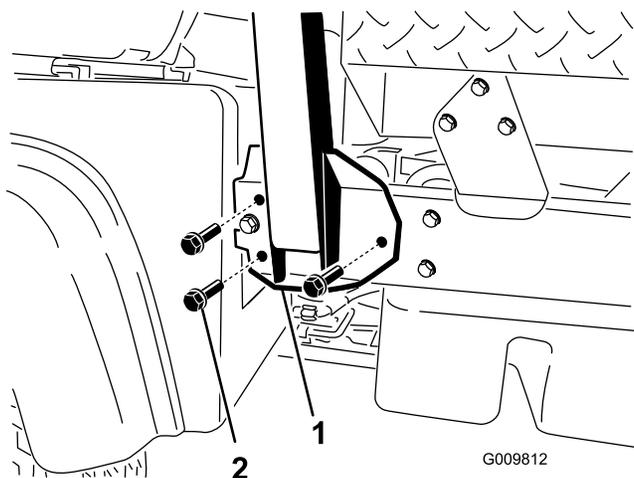

Рисунок 4
1. Выровняйте обе стороны системы ROPS по монтажным отверстиям рамы на обеих сторонах автомобиля, как показано на Рисунок 4.